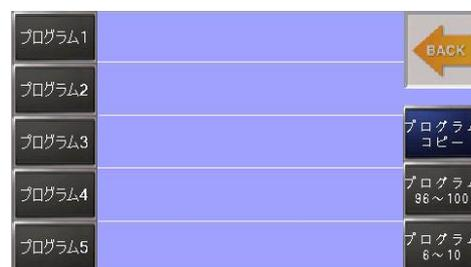

図 7-6
- 2) 画面が切り替わり、使用するプログラム番号を選択できるようになります(図 7-6)。画面左側に 1~5 番までのプログラム番号が表示されます。6 番以降のプログラム番号を選択する際は画面右下の「プログラム 6~10」を押して表示を切り替えてください。
(図 7-6 参照)